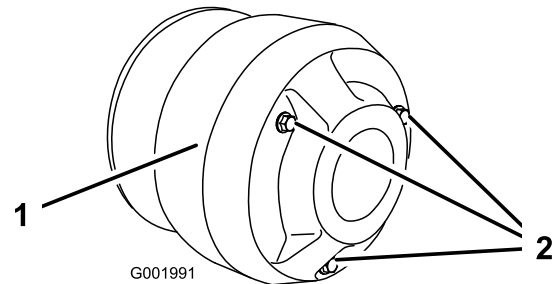

Bild 59
4. Entfernen Sie die drei Schrauben, mit denen die Abdeckung an der Kupplung befestigt ist und nehmen Sie die Abdeckung ab (Bild 59).